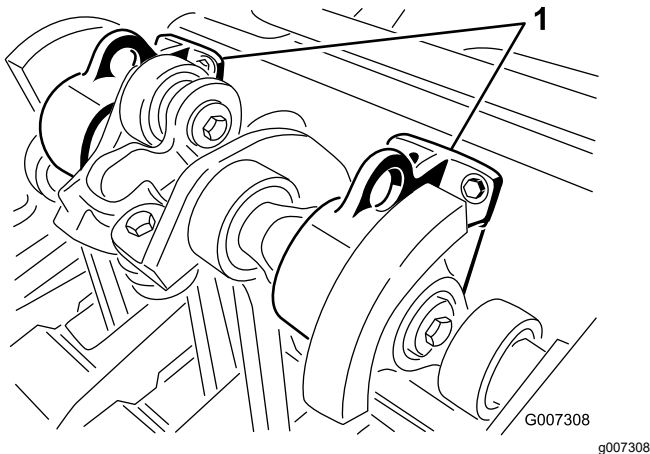

Figure 26
**Remarque:** Si possible, utilisez un palan pour soulever l'arrière de la machine. Utilisez les œillets des logements de roulements de la tête d'aération comme points de levage (Figure 26).